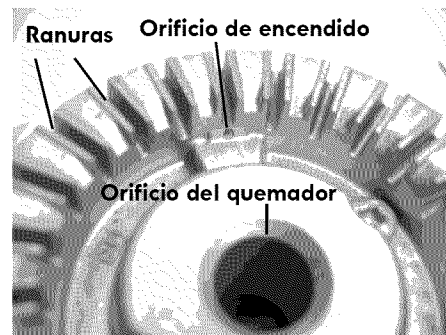

Fig. 1 - Cabeza de quemador superior
- Limpie toda la suciedad pegada al marco del horno, al revestimiento de la puerta fuera de la junta de la puerta del horno y al área pequeña en la parte delantera central de la parte inferior del horno (vea la Fig. 1). Estas áreas se calientan lo suficiente como para quemar la suciedad acumulada sobre la superficie. Limpie usando jabón y agua antes de iniciar el ciclo de limpieza “Select Clean” (vea la Fig. 1).
- **NO** limpie la junta de la puerta del horno (vea la Fig. 1). El tejido del material de la junta de la puerta del horno es esencial para un buen aislamiento. Se debe tener mucho cuidado de no frotar, dañar ni extraer la junta de la puerta. **NO** use ningún agente de limpieza en la junta de la puerta del horno. Esto podría dañar la junta de la puerta.
Cada cabeza de quemador tiene un orificio de encendido ubicado según se muestra. Si experimenta problemas de encendido, es posible que este orificio de encendido esté parcialmente tapado con suciedad. Con la cabeza del quemador en su lugar, utilice una aguja fina o el extremo de un clip para limpiar el agujero de encendido (vea la Fig. 1; se muestra el estilo redondo; el quemador ovalado de algunos modelos no se muestra).
1. Abra completamente la puerta del horno (dejándola horizontal con el piso – Fig. 1).
3. Abra completamente la puerta del horno (dejándola horizontal en relación con el piso; Fig. 1).